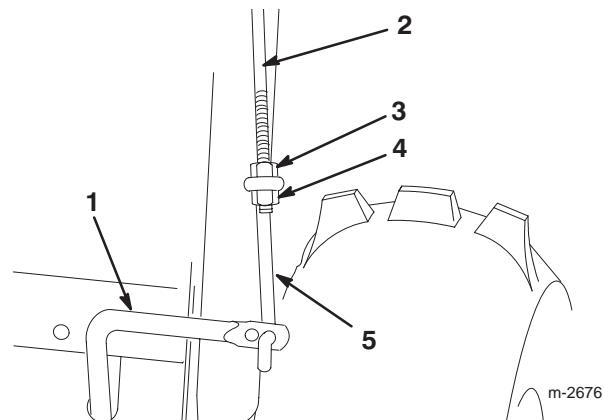

Figura 10
- Infilate il tirante inferiore nel foro esterno dell'asta di comando inferiore, come riportato nella Figura 10.